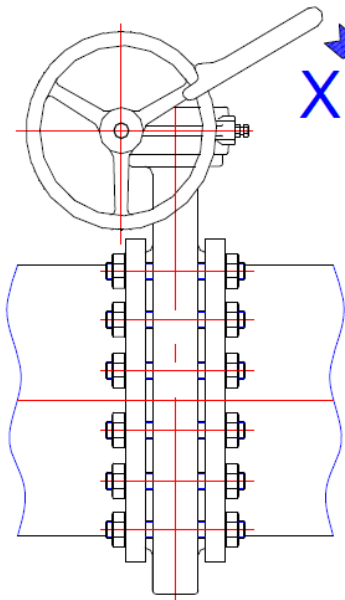

Fig 30
17.3.4 Brug ikke værktøj til at dreje gearboks håndhjulet (Fig 30).